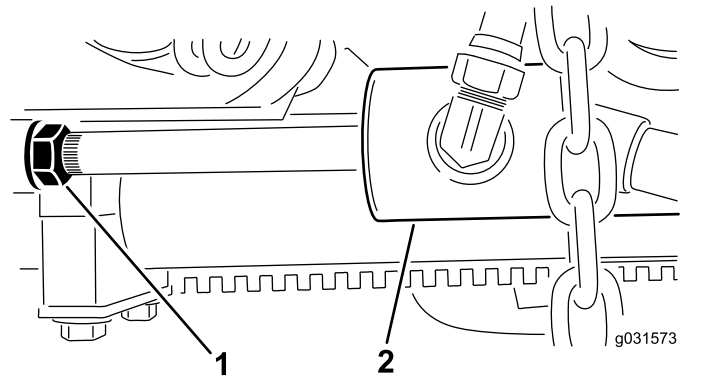

Figure 14
B. Desserrez l'écrou de blocage sur le vérin (Figure 14).